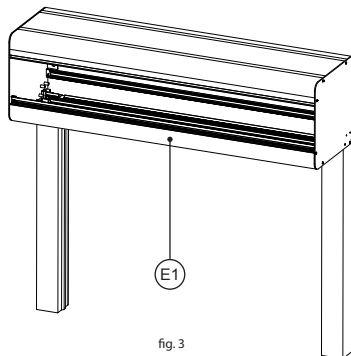

fig. 3
- 6| Instalar el cajón junto con las guías 115x105 en obra, asegurando que todo el conjunto quede perfectamente nivelado y alineado, y que las fijaciones sobre los muros sean las adecuadas para un anclaje seguro. (fig. 3)